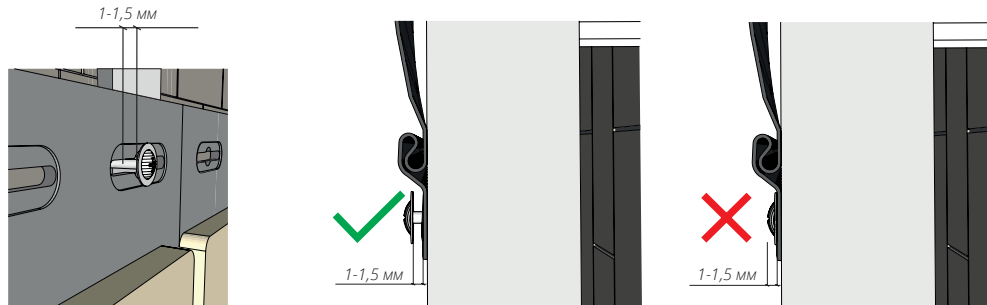

Рисунок 9
- 6.7** Фасадные панели и доборные элементы нельзя жестко фиксировать. После монтажа панели и доборные элементы должны оставаться подвижными. Между шляпкой самореза и панелью/доборным элементом необходимо оставлять зазор 1-1,5 мм для обеспечения движения фасадного материала при тепловых расширениях (Рис. 9).